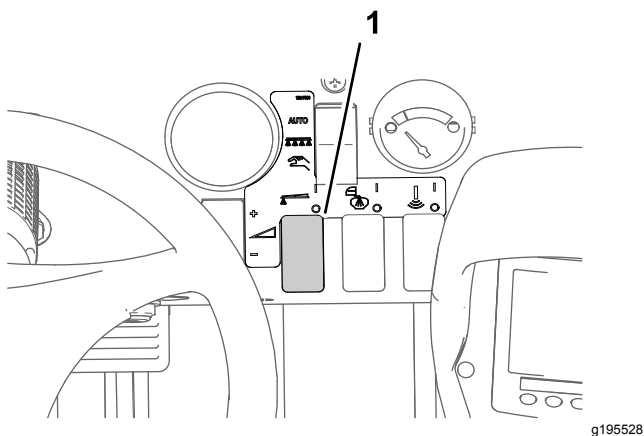

Figure 44
8. Utilisez la commande de débit de pulvérisation pour obtenir la pression de pulvérisation voulue comme indiqué dans le guide de sélection des buses fourni avec le pulvérisateur (Figure 44).